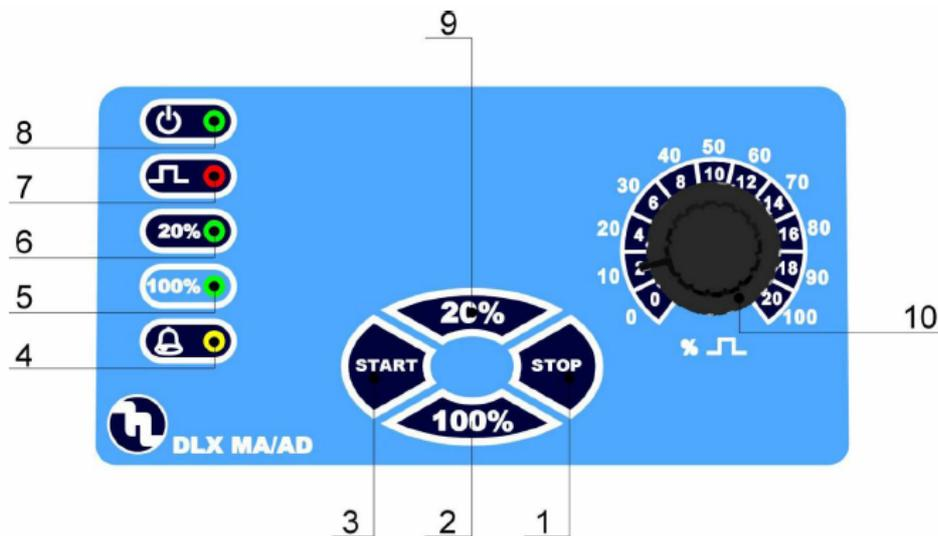

Bild 12: Bedienfeld der Dosierpumpe
6.1 Tastenfunktionen (Bild 12)